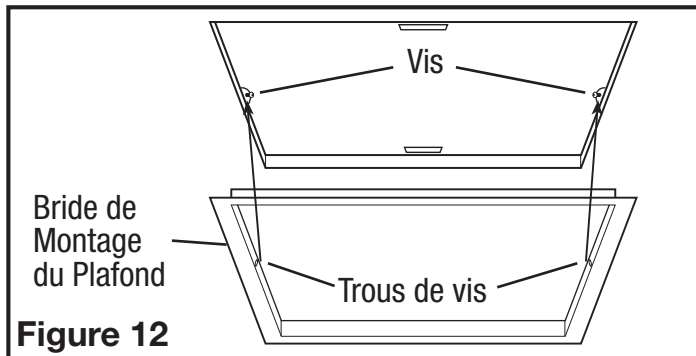

Figure 12
4. Installez la bride de montage au plafond pour couvrir tous les espaces qui existent entre le boîtier et le plafond fini. Placez un scellant (non fourni) sur le bord intérieur de la bride de montage au plafond pour assurer que la bride est scellée au plafond. Alignez les trous de vis dans la bride de montage au plafond avec les trous de vis à l'intérieur du boîtier et appuyez la bride en place afin qu'elle soit bien serrée contre le plafond. Réinstallez les vis de la bride de montage à l'intérieur du boîtier (**Figure 12**).